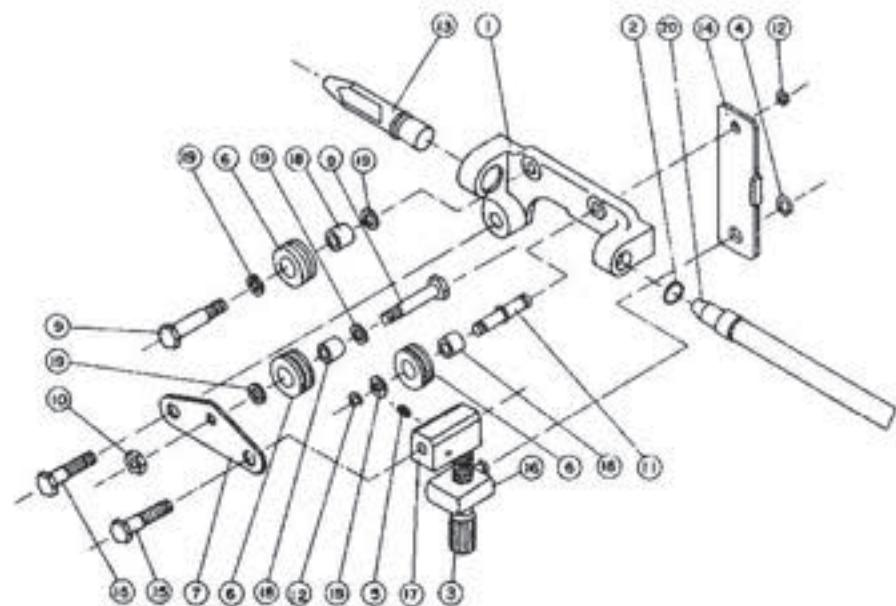

図14.5 ワイヤストレートナアセンブリ(U1290D000)
14.5 ワイヤストレートナ、インレットガイド(図14.5参照)